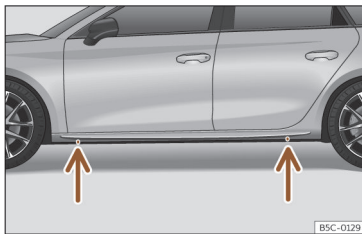

Fig. 234 Puntos de apoyo del gato.
• Busque en el larguero la marca del punto de apoyo del gato (zona hundida) más cercano a la rueda a cambiar >>> fig. 234.